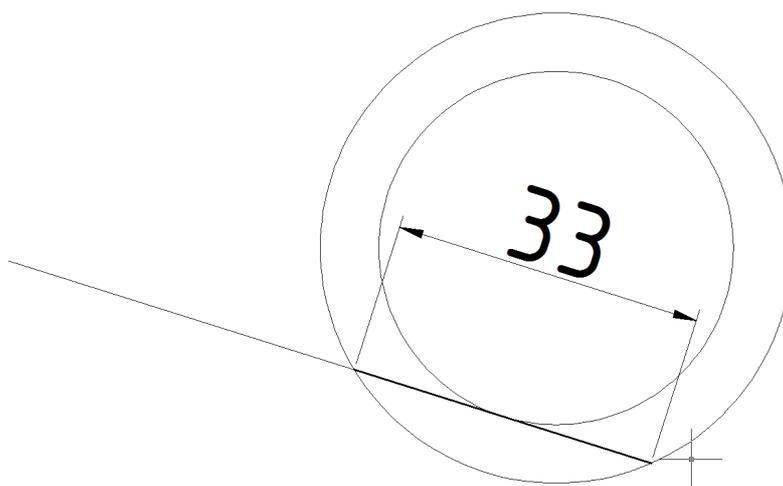

Рис.10.5
- далее указываем место положения размерной линии (рис. 10.5):